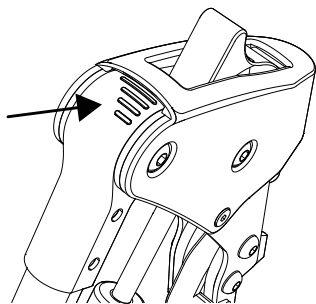

bild 54
3. Det finns ett streckat raster som kan användas för avläsning av aktuellt vinkelläge (bild 54).